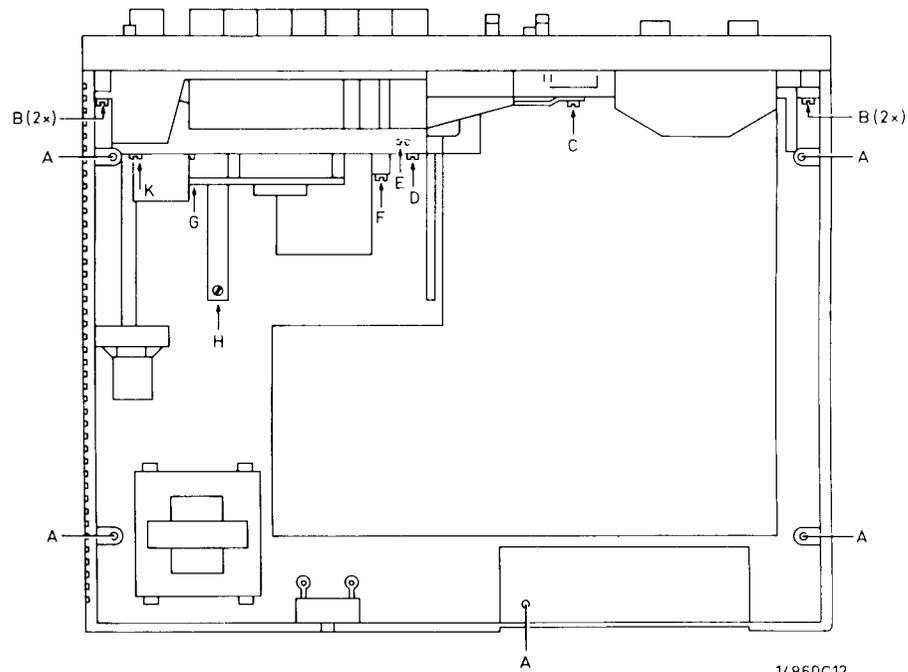

Fig. 4
A. Öffnen des Geräts (Abb. 4 und 5)